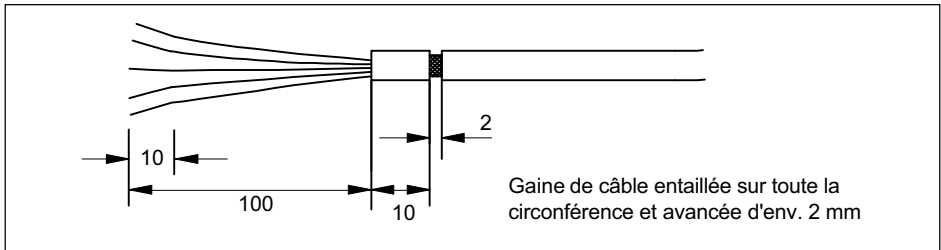

Fig. 8.1 Gaine de câble entaillée
1. Le blindage est accessible par une gaine de câble entaillée (cf. Fig. 8.1).